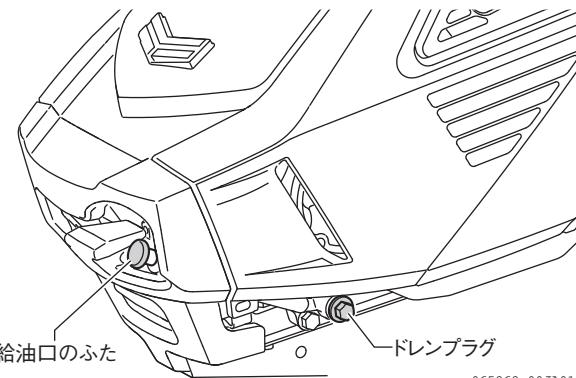

図 4-16 交換のしかた
- ドレンプラグを工具(12 mm)で外します。古いエンジンオイルが流れ出ます。(図 4-16)